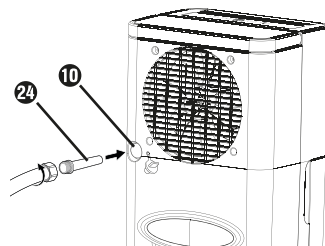

Bild 5
- ◆ Om EU-trädgårdsslangadaptern ②④ används, skruva på en trädgårdsslang på EU-trädgårdsslangadaptern ②④ (se bild 5).